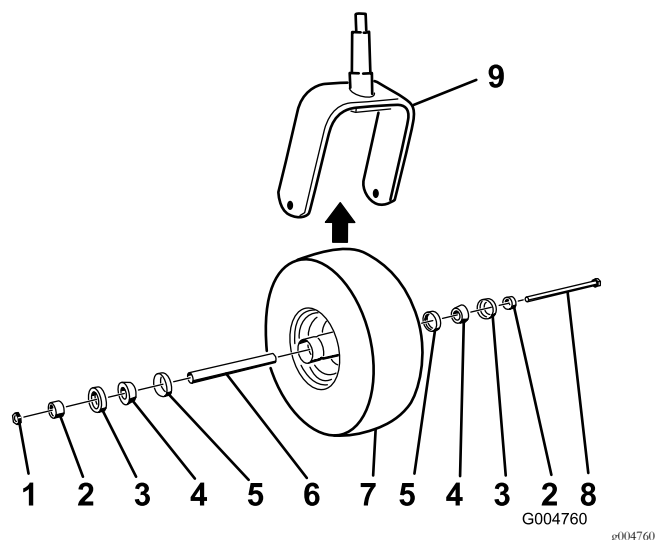

図 46
2. 端子ボルトからナットを外す 図 46。
5. コーンベアリングにグリスをパックし、ベアリングとシールをホイールハブに入れ、図 46に示すようにキャストホイールを組み付ける。